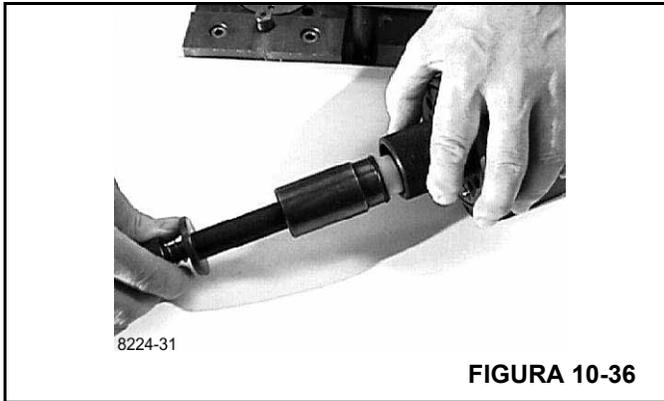

FIGURA 10-36
9. Sostenga la parte exterior de la herramienta de armado en la parte inferior de la caja de la unidad de dirección y coloque la parte interior de la herramienta a la derecha hasta la parte inferior (Figura 10-36).